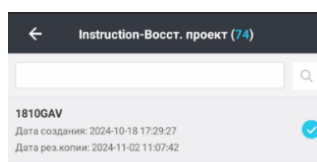

Рисунок 2.3.9
3. При Восстановлении проекта из локального хранилища **будет предложен список проектов**, выберите необходимый галочкой и нажмите Восстановить (Рисунок 2.3.9).